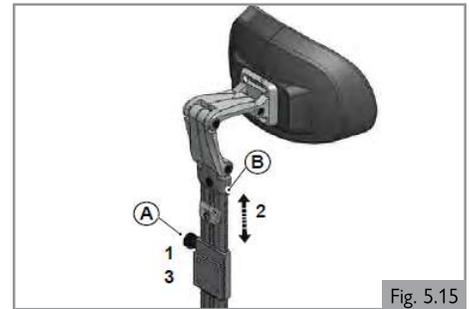

Fig. 5.15
**Altura del reposacabezas (Fig. 5.15)**
1. Afloje (A) unas cuantas vueltas.
2. Ajuste (B) en la posición deseada.
3. Apriete (A). Consulte la sección 8 para obtener información sobre la torsión de ajuste específica.